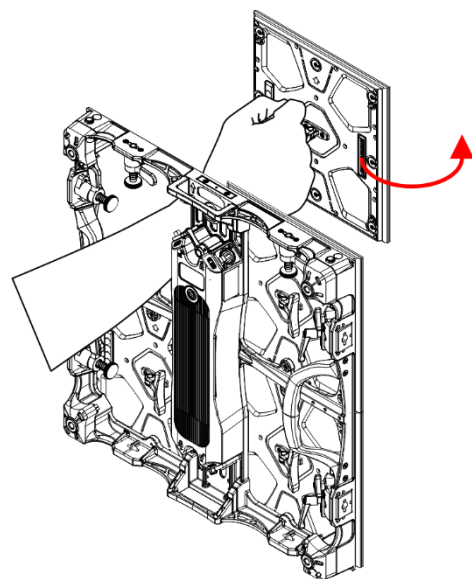

Fig. 66
- 03) Mientras que sujeta el módulo de pantalla LED por la **manivela de servicio (15)**, gire el módulo de pantalla LED de lado y extráigalo de la parte trasera del **marco del panel (18)** como se indica en la Fig. 66.